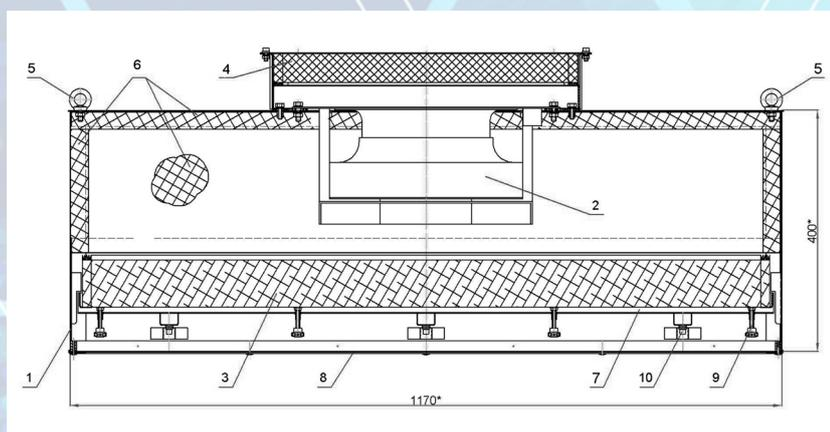

Рис. 1 Схема модуля МВ-Д
Модуль МВ-Д состоит (рис.1) из корпуса (1), внутри которого установлен вентилятор (2). На входе воздуха в модуль расположено специальное устройство для возможности установки предфильтра (4). Внутри корпуса имеется место для размещения HEPA фильтра типа ФяС (3) или ФяС-F-ПМП. Уплотнение фильтра ФяС в корпусе модуля происходит за счет поджатия его к прижимной поверхности модуля винтами (9). В корпусе модуля имеются также фиксаторы (8) для первоначальной установки фильтра в модуле перед его поджатием винтами (9).